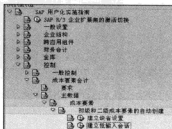

图 5-114 批量创建成本要素
STEP 2 当然, 也可以通过批量的方式创建成本要素, 如图 5-114 所示。